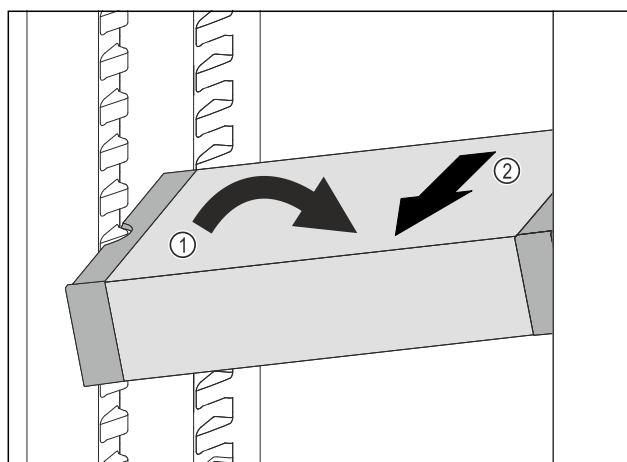

Fig. 132
- ▶ VarioSafe ustawić w chłodziarce pod skosem. Fig. 132 (1)
- ▶ VarioSafe wyjąć do przodu. Fig. 132 (2)